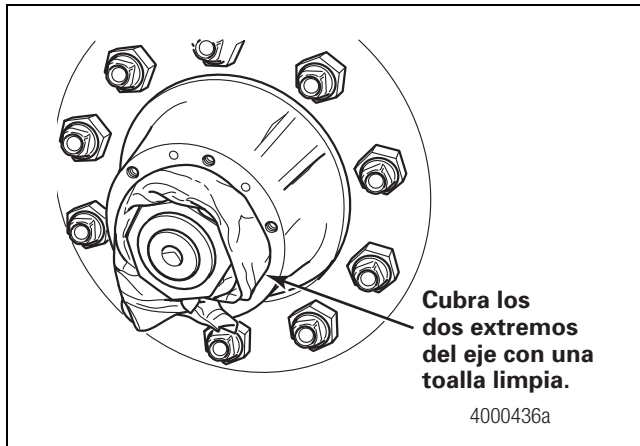

Figura 2.28
3. Cubra los extremos de rueda por ambos extremos del eje con una toalla limpia. Figura 2.28.